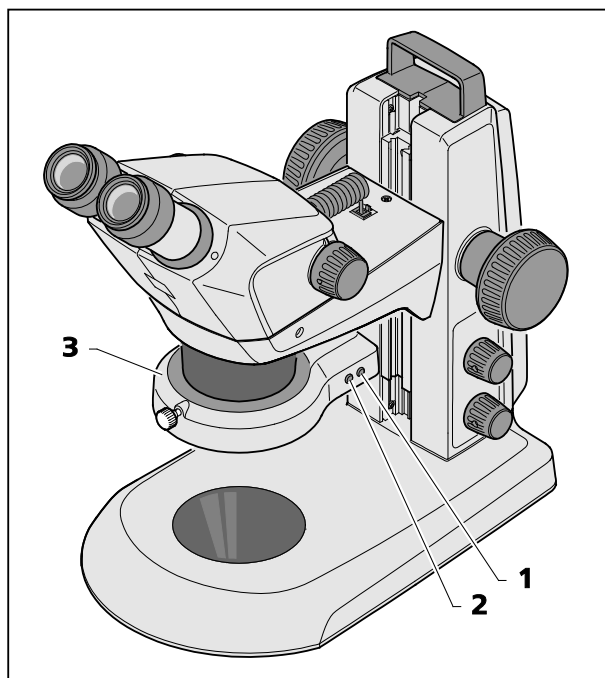

図 23 リングライト
- 前側のボタン (図 23/2) を連続して押すことにより、リングライト (図 23/3) の 4 つの照明ステータスを切り替えることができます：
- 後ろ側のボタン (図 23/1) を短く 1 回押すと、セットされているセグメントが時計回りに 1/4 周ずつ回転します。
- 後ろ側のボタン (図 23/1) を押して、そのまま 2 秒間以上保持すると、セットされているセグメントは連続して回転します (1/8 周きざみで回転、それぞれ 1 秒/回転)。
- もう一度後ろ側のボタン (図 23/1) を押すと回転は停止し、対象は再び後方から照らされます。